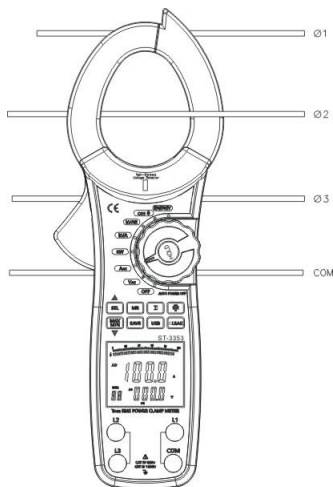

Figure 5
B. Mesure de courant alternatif (CA) (afficheur principal) + tension CA (afficheur secondaire) (figure 5)